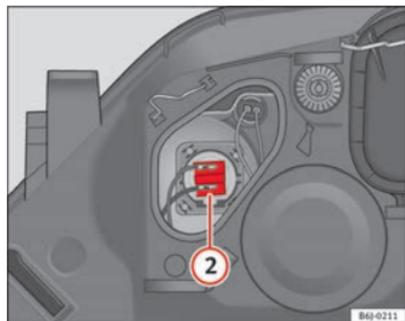

Fig. 150 Luz de carretera
- Extraiga el conector ⇒ fig. 150 ② tirando hacia afuera.